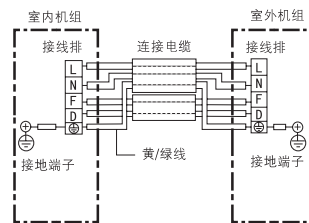

图14室内外电气连接图
- (1) 用附件 ⑨ 及 ⑩ 连接电缆按接线图要求正确地连接室内外机组，绝对不可连接错误 (如图14)。
- (2) 连接电缆必须用室内外机组上的电线压板压紧。
- 接地线必须根据图14所示用连接电缆中黄/绿色导线接至带有“⊕”标记的接线端子上。